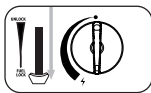
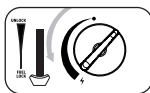

Fig. 3
Fig. 4
4. Presionar la palanca del cartucho (1) hacia abajo (fig. 3) y cerrar la tapa del cartucho.
5. Si se oye un ruido parecido a un silbido, significa que el cartucho no está bien colocado. No intentar encender el aparato, pero mover la palanca (6) a la posición "UNLOCK" y repetir los pasos del 1 al 4.
6. Girar la rueda (8) completamente a la posición de encendido hasta que haga clic (fig. 4). Repetir esta acción hasta que el quemador se encienda.